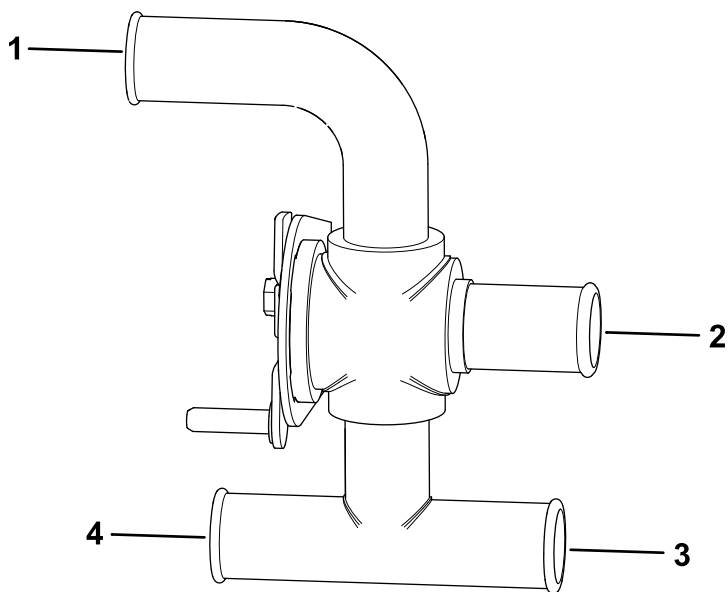
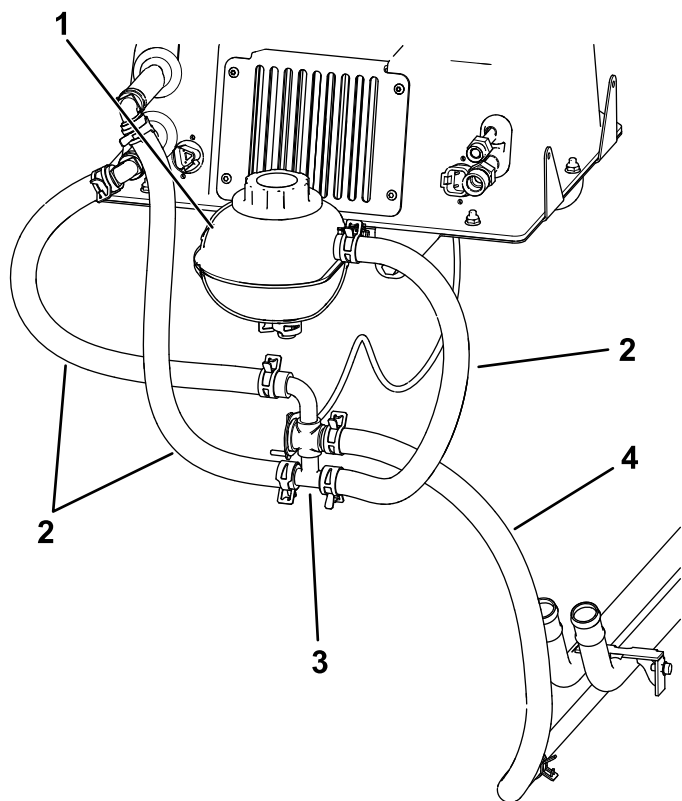

Bild 29
Bild 30
6. Verbinden Sie die beiden Kühlmittelschläuche, die zuvor am Heizungskasten angebracht waren, mit zwei Federschellen (Bild 30) mit den entsprechenden Anschlüssen am Wasserventil.
Hinweis: Wenn ein BOSS-Schneepflug an der Maschine angebaut ist, verlegen Sie den unteren Schlauch des Heizungskörpers (Bild 29) um das Magnetventil des Schneepflugs.
7. Schließen Sie den zuvor gekürzten Thermostat-Bypass-Schlauch mit einer Federschelle an das Wasserventil an (Bild 29 und Bild 30).
8. Verbinden Sie den verbleibenden Schlauch mit einer Federschelle mit dem Wasserventil und schließen Sie das andere Ende des Schlauchs mit einer Federschelle an den großen Anschluss am oberen Behälter an (Bild 29 und Bild 30).